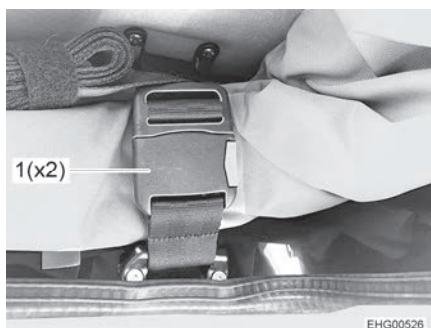

Fig. 87 Hebilla
- Abrir ambas hebillas (Fig. 87,1).